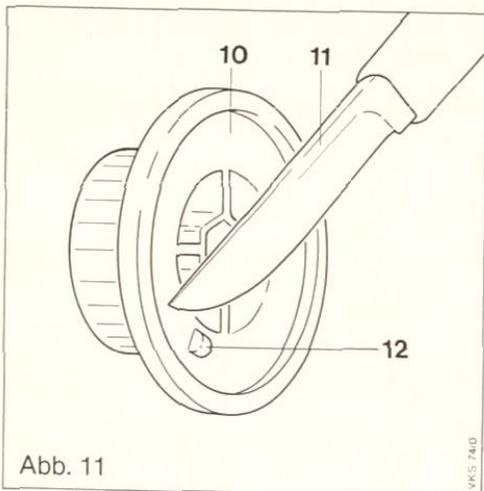
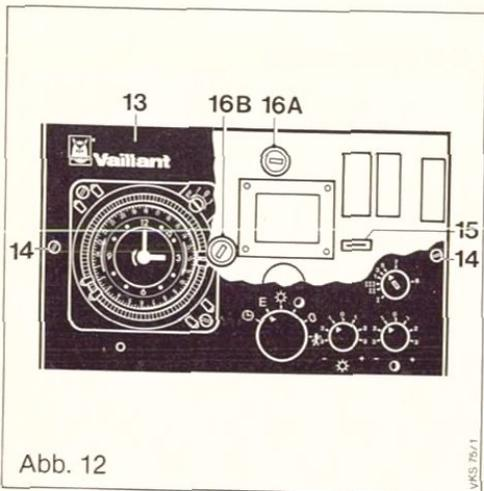

Abb. 11
Abb. 12
- Drehknopf (10) des Kesseltemperaturreglers abnehmen. Abb. 11.
- Anschlag (12) am Drehknopf (10) mit geeignetem Werkzeug (11) entfernen.
- Drehknopf (10) am Kesseltemperaturregler wieder anbringen.
- Schrauben (14) lösen, Blende (13) am Kompaktregler ausrasten und abnehmen. Abb. 12.
- Die Steckbrücke (15) von der Schaltplatine des Kompaktreglers abziehen.
- Beim Wiedereinsetzen der Blende (13) zuerst die Oberseite einrasten. Beim Einrasten der Unterseite Bedienungsknöpfe in die Blendenbohrungen einrasten.
Legende zu Abb. 11 und 12